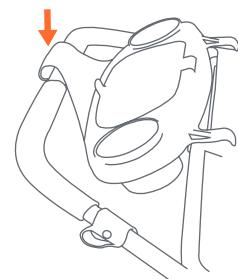

Fig. 7a
- 7) • **Para colocar la bandeja para padres:** Cierre a presión la parte superior de la bandeja por encima del manubrio (Fig. 7a).